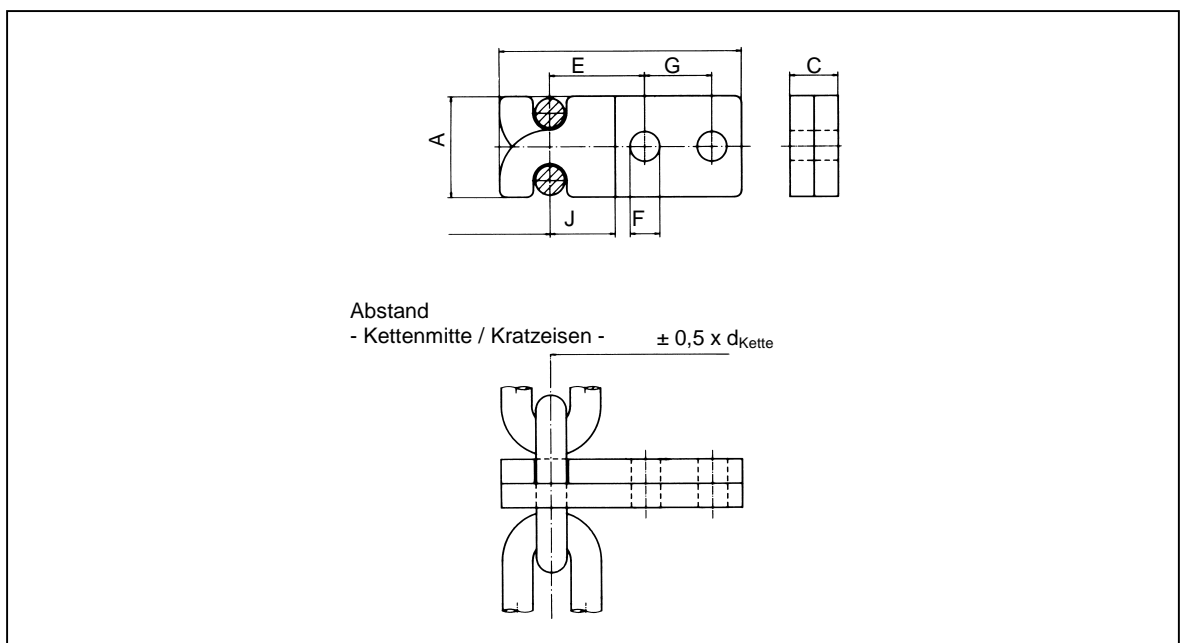

Bild 3
3. Mitnehmerteile so verschieben, dass kein Spiel zur Kette entsteht (Bild 3).